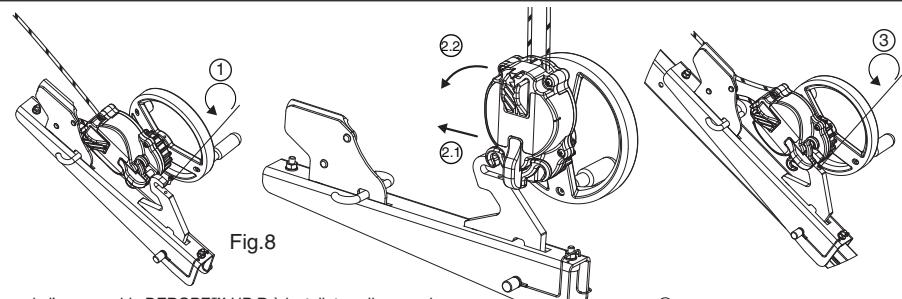

Fig. 8
### 6.3.4 Apparecchio DEROPE™ UP R (Fig. 8, 9 e 10)
L'apparecchio DEROPE™ UP R deve essere fissato sulla gamba del treppiede TRACPODE™ di Tractel® come indicato alla fig. 8. È vietato qualunque altro fissaggio in un punto diverso del treppiede TRACPODE™ di Tractel®.
1. Svitare la vite di bloccaggio del gancio di fissaggio della console per apparecchio DEROPE™ UP R (fig. 8, 1).
2. Posizionare l'apparecchio DEROPE™ UP R sul gancio di fissaggio (fig. 8, 2.1 – 2.2).
3. Riavvitare la vite di bloccaggio in modo da impedire all'apparecchio di staccarsi dalla console (fig. 8, 3) e verificare che questa sia ben posizionata e fissata.